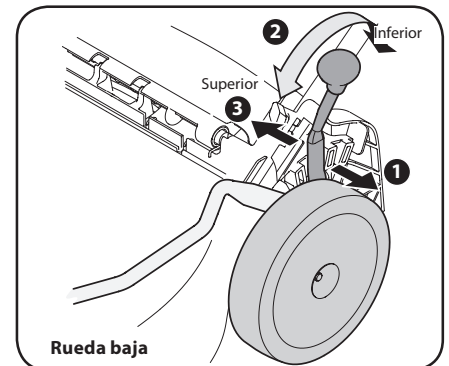
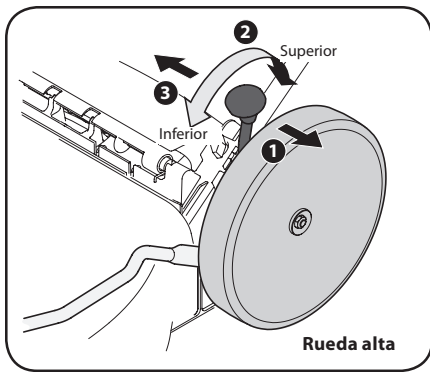

Figura 2-10
Figura 2-11
2. Mueva la palanca a la posición deseada para cambiar la altura de corte. Consulte la Figura 2-10 para la rueda baja y la Figura 2-11 para la rueda alta.